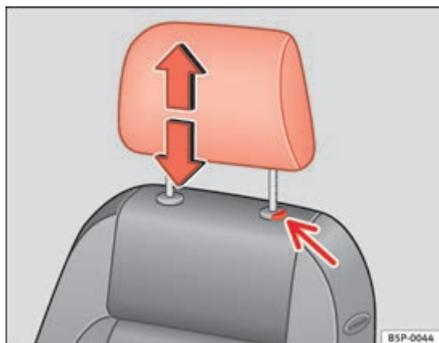

Fig. 74 Regulação ou desmontagem dos encostos de cabeça
- Premir o botão ⇒ fig. 74 (seta).